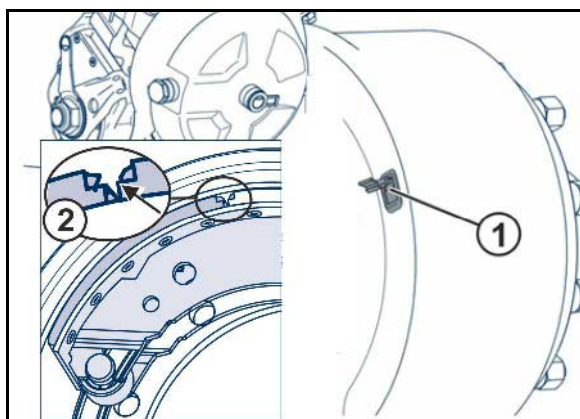

Fig. 122
- Foro d'ispezione (Fig. 122/1)